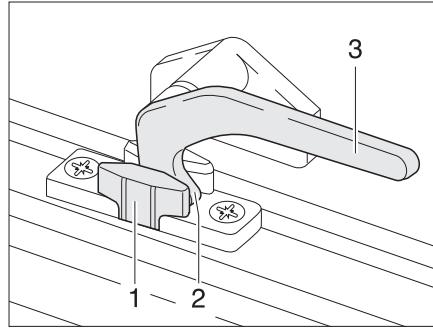

Fig. 38 Palanca de bloqueo en la posición de "ventilación continua"
- En la posición "ventilación continua" (Fig. 38)
- Girar la palanca de bloqueo (Fig. 38,3) un cuarto de vuelta hacia la mitad de la ventana.
- Girar la palanca de bloqueo un cuarto de vuelta hacia el marco de la ventana. El saliente de bloqueo (Fig. 38,2) se ha de introducir para ello en el rebaje del bloqueo de la ventana (Fig. 38,1).